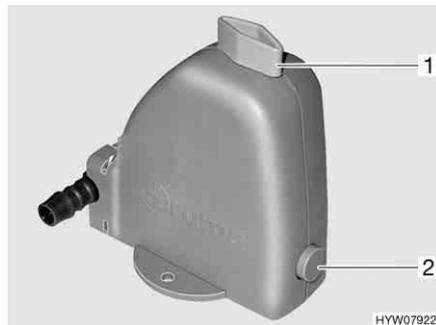

Bild 213 Sicherheits-/Ablassventil des Boilers
Der Boiler ist mit einem Sicherheits-/Ablassventil (Bild 213) ausgestattet. Das Sicherheits-/Ablassventil verhindert, dass das Wasser im Boiler einfriert, wenn bei Frost die Heizung nicht eingeschaltet ist.
- Sicherheits-/Ablassventil schließen. Dazu den Drehknopf (Bild 213,1) quer zum Sicherheits-/Ablassventil drehen und den Druckknopf (Bild 213,2) hineindrücken.
- Sicherheits-/Ablassventil öffnen. Dazu den Drehknopf (Bild 213,1) längs zum Sicherheits-/Ablassventil drehen. Der Druckknopf (Bild 213,2) springt heraus. Der Boiler wird über das Sicherheits-/Ablassventil nach außen entleert.